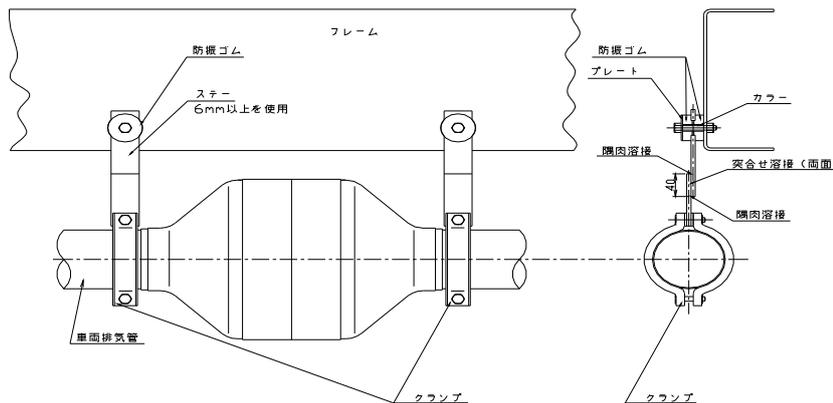

図 8
標準的な吊り方として、図8、9の方法を参考に搭載して下さい。
- ・ ステーを溶接で継いで作る場合、図8のように重なる部分を40mm確保すること。
②標準の吊り方-2